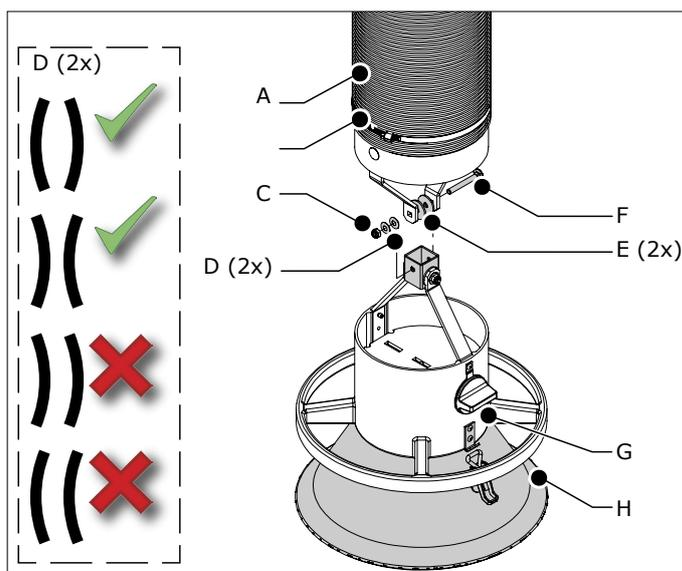

Fig. 4.4 Montage de la buse(bras métallique)
*Bras métallique (KUA) : voir Fig. 4.4*
- Installez la buse d'aspiration (G) avec le boulon (F), 2 rondelles (E), 2 rondelles de ressort (D) et un contre-écrou (C).
- Installez le collet de la buse (H) sur la buse (G). Fixez-le avec l'attache.
- Installez le tuyau (A) sur la buse.
- Fixez le tuyau avec le collier de serrage (B).